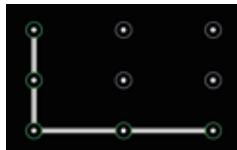

Figura 1
- **Bloquear:** permite acceder a una pantalla de bloqueo por patrón, utilizada para facilitar la limpieza del equipo o impedir su operación durante la ausencia del usuario. El patrón de desbloqueo configurado por defecto corresponde a la forma de "L" (figura 1).